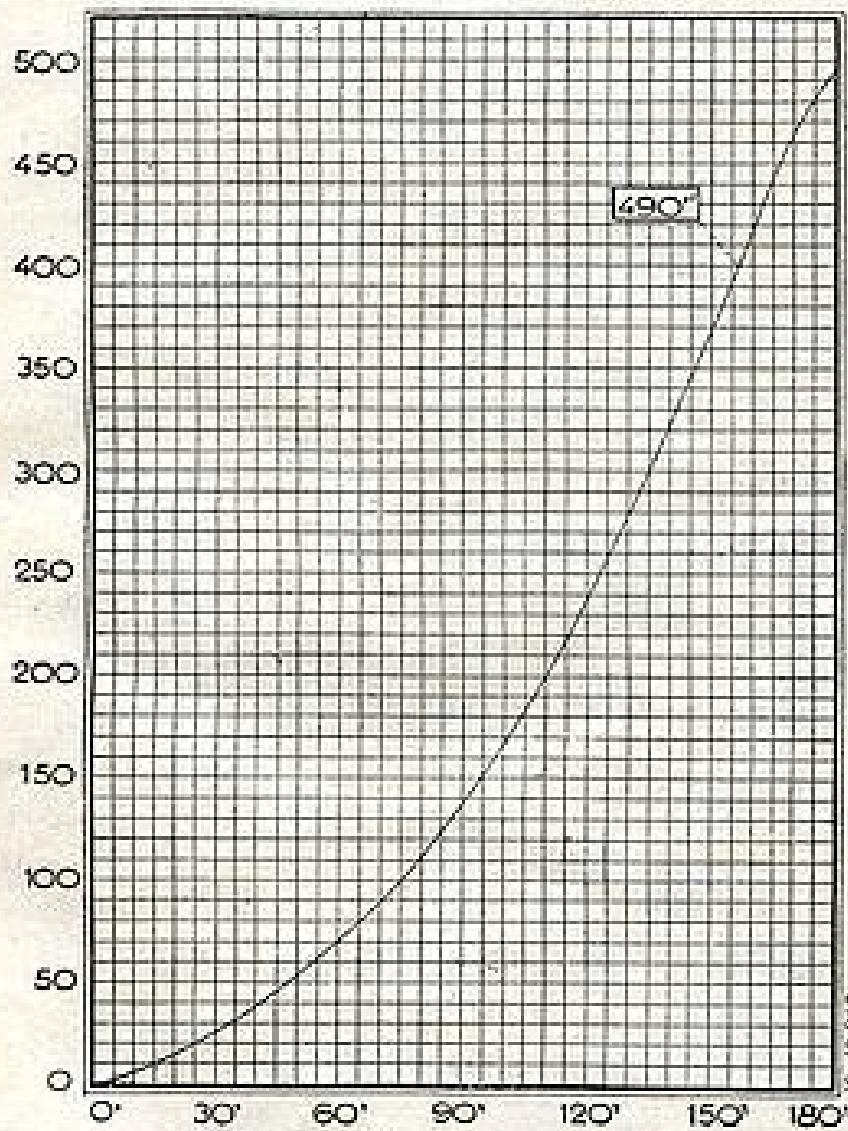

FIG. 6.
Nous donnons, figures 6 et 7, un exemple de courbe de variation de la capacité utile en pF, en fonction de l'angle de rotation :
a) Pour un condensateur de 490 pF (fig. 6) ;